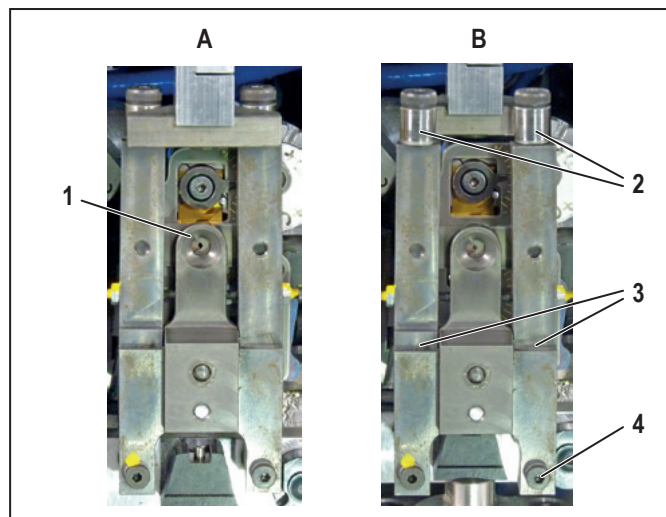

Bild 7.3 Montagehållare för flertrådig ledare i driftposition (A) och dragen framåt (B)
- Dra montagehållaren för flertrådiga ledare framåt (Bild 7.3, B).
- Kontrollera att valsarna (2) kan röra sig fritt.
- Smörj rotationspunkterna (3) på montagehållaren för flertrådiga ledare.
- Se till att montagehållaren för flertrådiga ledare är i frontläge (Bild 7.3, B).
- Ta bort den nedre högra skruven på montagehållaren för ledare (Bild 7.3, 4).